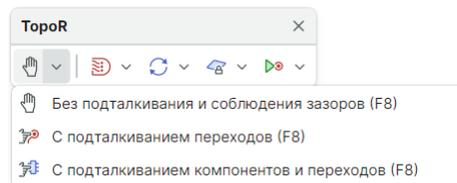

Рис. 444 Опции режима Freestyle
1. Режим «Freestyle» для ручного перемещения проводников, см. Рис. 444.